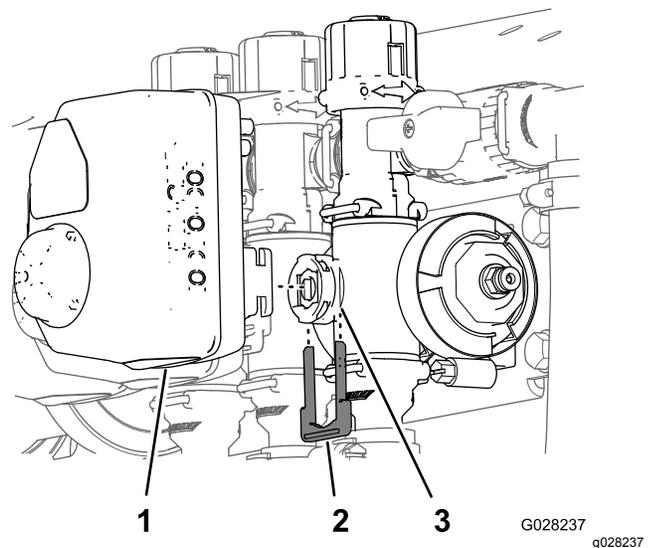

Bild 112
3. Entfernen Sie den Halter, mit dem der Aktuator am Verteilerventil für das Ventil für die Dosierungssteuerung, den Hauptabschnitt oder das Abschnittventil befestigt ist (Bild 112).